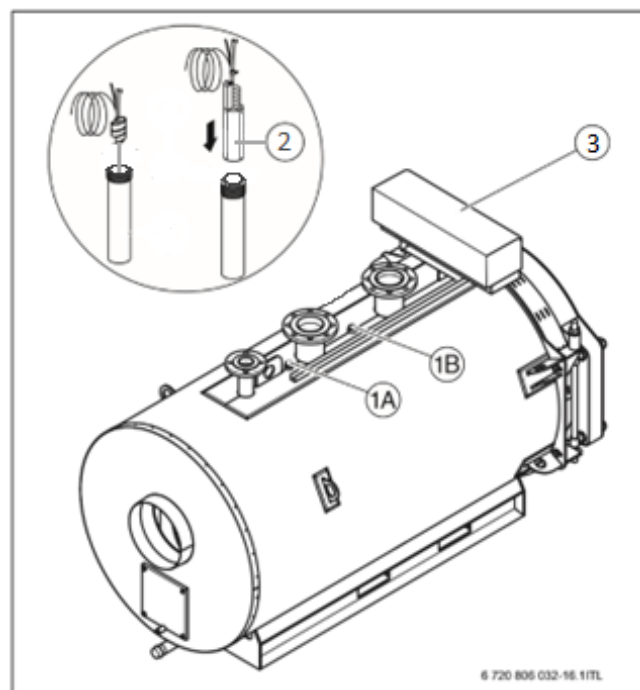
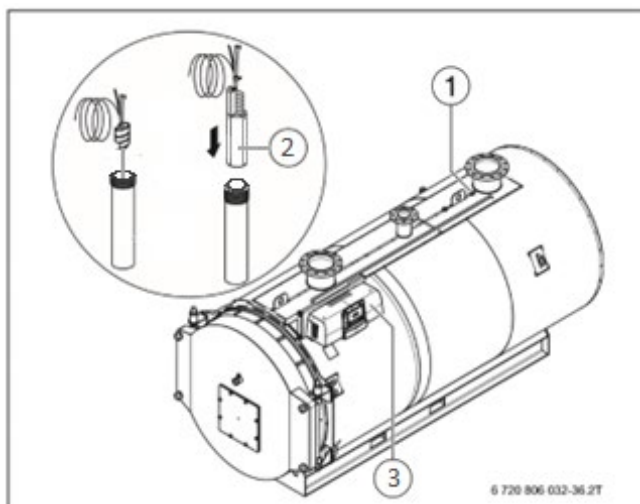

Рисунок 19 Установка датчика температуры SK 120 – 820 кВт
Рисунок 20 Установка датчика температуры SK 1040 – 1850 кВт
УВЕДОМЛЕНИЕ: возможно повреждение оборудования из-за неправильного положения датчиков! Датчики предохранительного ограничителя температуры (STB) и регулятора температуры (TR) должны устанавливаться в точках замера на верхней стороне котла (Рисунок 19 и Рисунок 20).